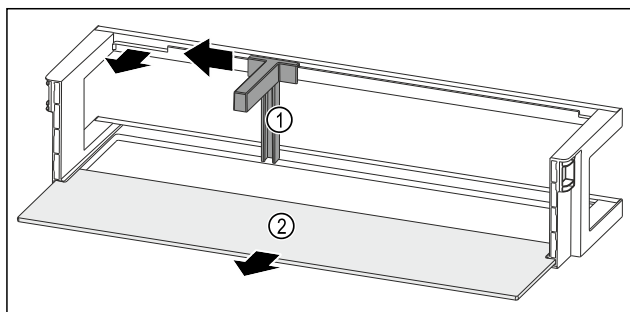

Fig. 122 Dveřní přihrádka s držákem lahví a odkládací plochou
- Držák lahví Fig. 122 (1) posuňte na stranu až k vybrání.
- Držák lahví Fig. 122 (1) odeberte.
- Odkládací plochu Fig. 122 (2) odeberte.